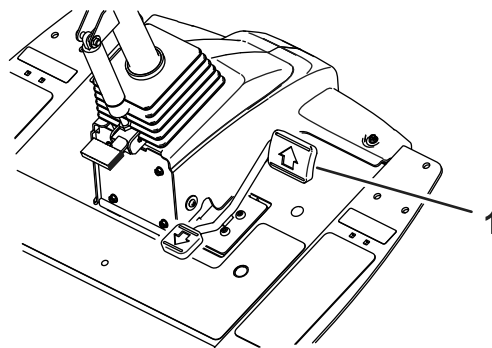
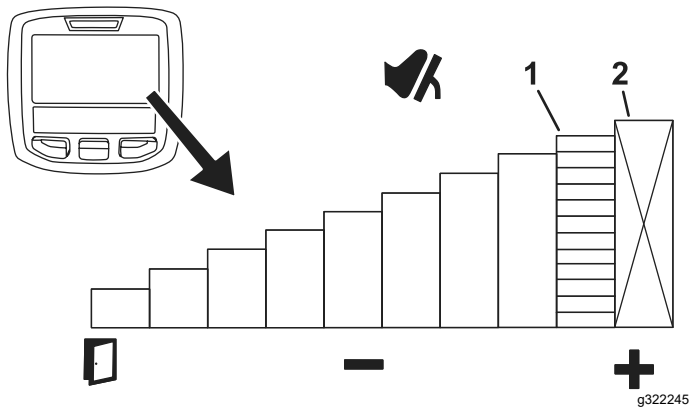

Figura 46
Figura 47
Para establecer temporalmente la velocidad máxima de la máquina, pise el pedal de tracción a fondo hacia adelante (Figura 46). Puede establecer una velocidad independiente para los intervalos de siega y transporte (Figura 47).
- Para acceder a esta función, seleccione el botón central del InfoCenter en la pantalla principal (Figura 47).